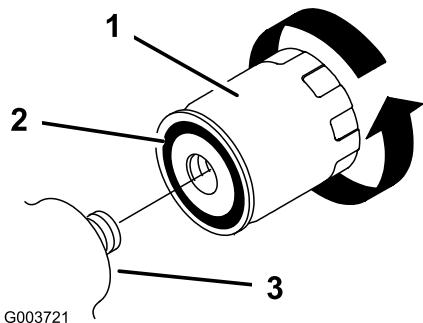

Рисунок 38
5. Снимите старый фильтр (Рисунок 38) и начисто протрите поверхность прокладки адаптера фильтра.
6. Нанесите тонкий слой гидравлической жидкости на резиновую прокладку нового фильтра (Рисунок 38).
7. Установите новый гидравлический фильтр в адаптер фильтра (Рисунок 38). Поверните гидравлический фильтр по часовой стрелке, пока резиновая прокладка не соприкоснется с адаптером фильтра, после этого затяните фильтр, повернув его еще на 1/2 оборота.